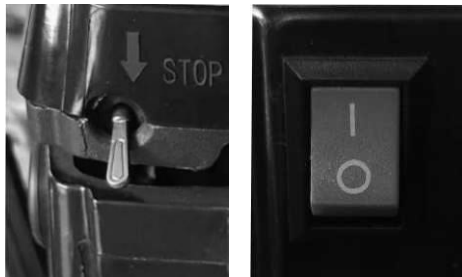

Рис. 9. Включение зажигания
2. Переведите тумблер выключателя зажигания в положение «включено» (рис. 9). У модели БП-5218 тумблер переводится в верхнее положение (фото слева). У модели БП-5820 тумблер переводится в положение «I» (фото справа).